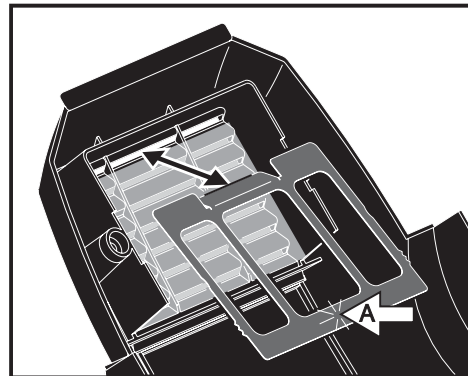

Ilustración 11: Reubicación del filtro
7. Reponer el filtro de aire de la pared inferior en su posición, recolocando el clip sobre el filtro (A) hasta que quede perfectamente fijado (ver Ilustración 11)